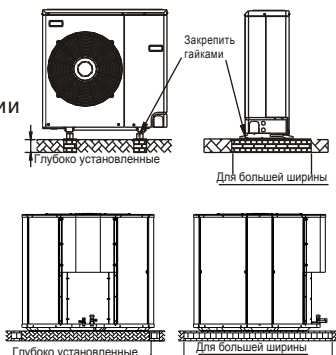

Рис. 6
- 5) Устанавливая бетонное основание, руководствуйтесь Рис. 6.